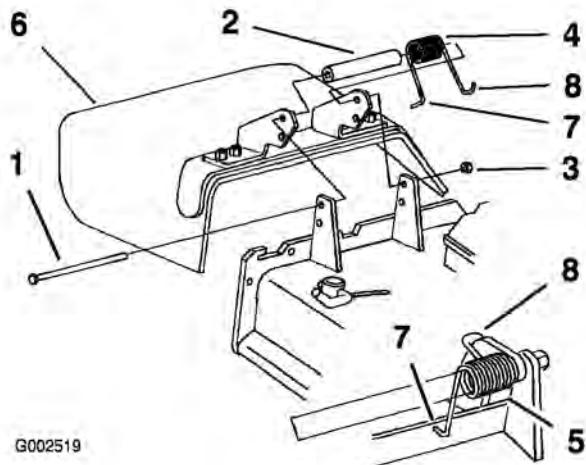

Figure 74
- Retirez le contre-écrou, le boulon, le ressort et l'entretoise qui fixent le déflecteur aux supports de pivot (Figure 74).
Remarque: Prenez soin de placer l'extrémité en L du ressort derrière le bord du plateau avant de mettre le boulon en place, comme illustré (Figure 74).
- Accrochez l'extrémité en J du ressort au déflecteur d'herbe (Figure 74).